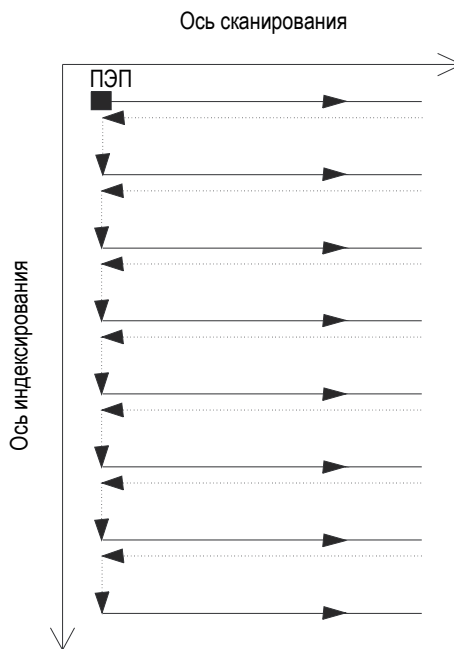

Рис. 5-6 Однонаправленное поверхностное сканирование
При поверхностном сканировании используется две оси: (1) ось сканирования, которая представляет механическую ось линий сканирования и (2) ось индексирования, которая представляет механическую ось перемещения между линиями сканирования. В конце каждого скана по оси сканирования, положение вдоль оси индексирования увеличивается на 1 единицу. Сбор данных при однонаправленном сканировании осуществляется в одном направлении, только по оси сканирования, как показано на Рис. 5-6 на стр. 169. Этот тип сканирования обычно используется со сканерами, имеющими люфт (зазор) в направлении сканирования.